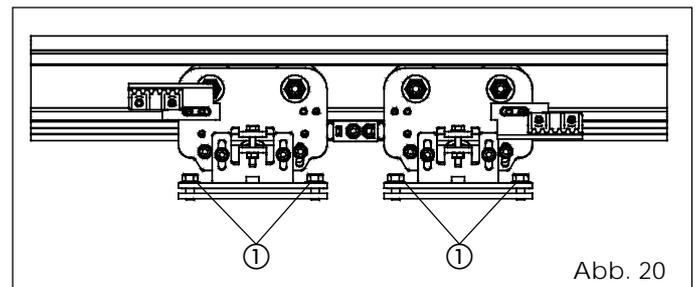

Abb. 20
Die Türen der Serie 940 SM sind mit Schlitten mit Anschlägen an der Schließkante ausgestattet (Abb. 20). Sollte es erforderlich sein, die Türmitte einzustellen, sind folgende Schritte auszuführen:
- Die Befestigungsschrauben (Abb. 20 - Bez. ①) des betreffenden Schlittens lockern. Den Schlitten an den Anschlag annähern, bis er ihn berührt.